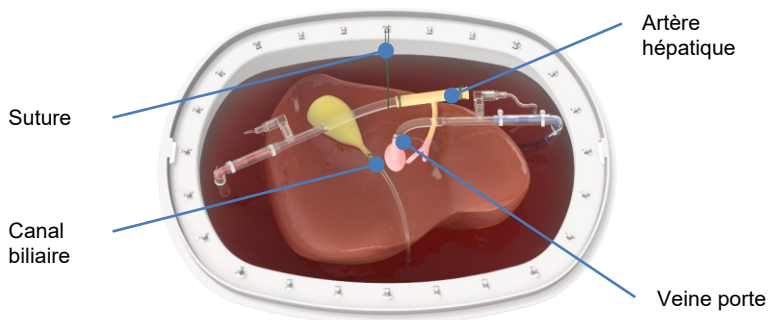

Figure 27 Canulation de l'artère hépatique et de la veine porte
- Pour connecter le foie du donneur au kit de perfusion Liver Assist [RÉF 11.401], il faut canuler la veine porte et l'artère hépatique (Figure 27)
- Une suture peut être attachée au bord du réservoir et à la canule, afin d'assurer un positionnement correct de la canule et d'obtenir une perfusion optimale (Figure 27).